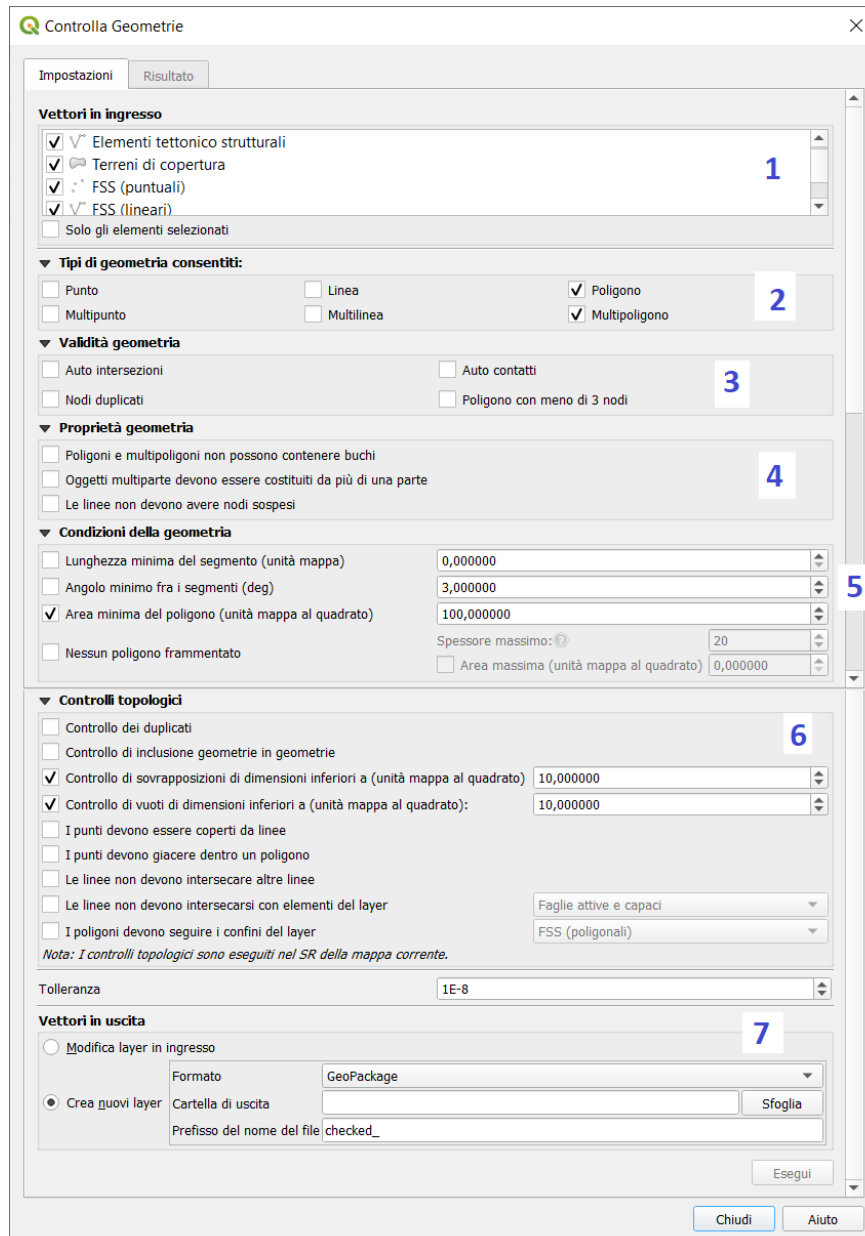

Figura 20: folder impostazioni
6. **impostazioni di default per la risoluzione degli errori:** apre il dialogo di impostazione delle differenti modalità di risoluzione degli errori utilizzati nella funzione 5. Vedi figura 20;